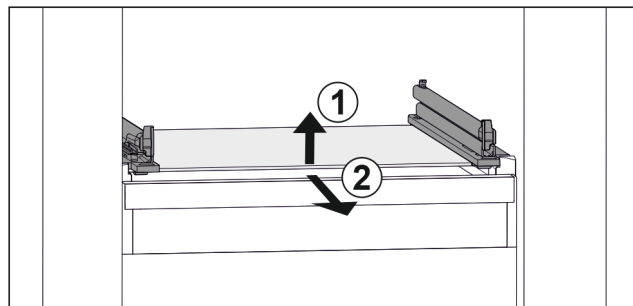

Fig. 26 Rappresentazione esemplificativa del ripiano in vetro
- Sollevare il ripiano in vetro dal davanti. Fig. 26 (1)
- Rimuovere il ripiano in vetro tirando in avanti. Fig. 26 (2)